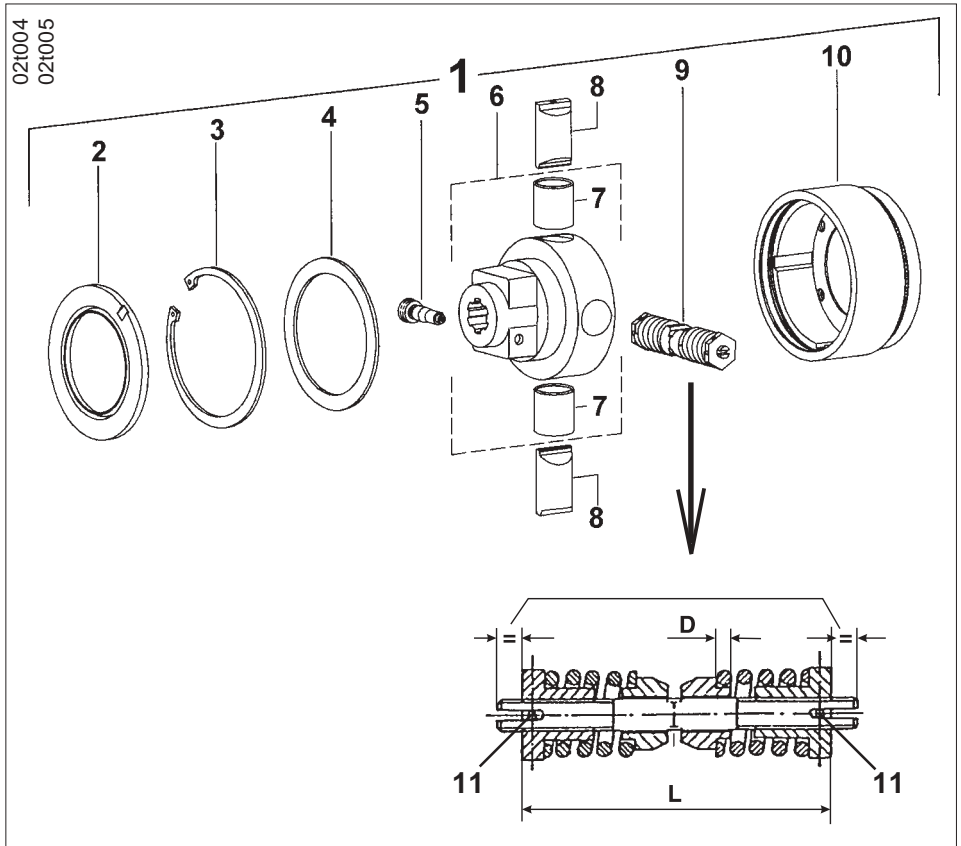

Fig. 19.18
Sollte es zum Stillstand der Kreisel durch Abschalten der Nockenschaltkupplung (Fig. 19.18/1) kommen, ist anzuhalten und die Zapfwelldrehzahl des Schleppers auf ca. 300 U/min. zu senken, bis die Nockenschaltkupplung hörbar einrastet. Beginnen sich die Kreisel nicht zu drehen, ist die Zapfwelle auszuschalten und das Hindernis zu entfernen (nur bei abgestelltem Motor und abgezogenem Zündschlüssel). Danach ist die Nockenschaltkupplung sofort wieder einsatzbereit.
Die Gelenkwellenhälfte mit der Überlastkupplung auf die Getriebeeingangswelle der Maschine aufstecken und mit einer Konusschraube (Fig. 19.18/5) festklemmen (CC-Verschluß). Das Anzugsmoment der Konusschraube (Fig. 19.18/5) beträgt 80 Nm (siehe Hinweise des Gelenkwellenherstellers). Prüfen Sie die Konusschraube regelmäßig auf festen Sitz.
Spricht die Sicherung z.B. zu häufig oder gar nicht an, kann das Drehmoment der Überlastkupplung mehr oder weniger verstellt werden. Dazu ist die Überlastkupplung von der Getriebeeingangswelle abzu ziehen. Dichtring (Fig. 19.18/2), Sicherungsring (Fig. 19.18/3), Kupplungsnahe (Fig. 19.18/6) und Federpaket (Fig. 19.18/9) demontieren. Messen Sie den Federdrahtdurchmesser „D“ (Fig. 19/18) und entnehmen Sie der Tabelle (Fig. 19/18a) den Wert, der einer Änderung der Federpaketlänge von 1mm entspricht.
Spannstifte (Fig. 19.18/11) entfernen und das Drehmoment
des Einstellmaßes „L“ auf beiden Seiten des Federpaketes (Fig. 19.18/9).
- 2. Immer gleiche Abstände (=, siehe Fig. 19.18) einstellen!**
Nach jeder Verstellung sind die Spannstifte (Fig. 19.18/11) wieder in den Durchgangsbohrungen der Sechskantmuttern zu montieren.